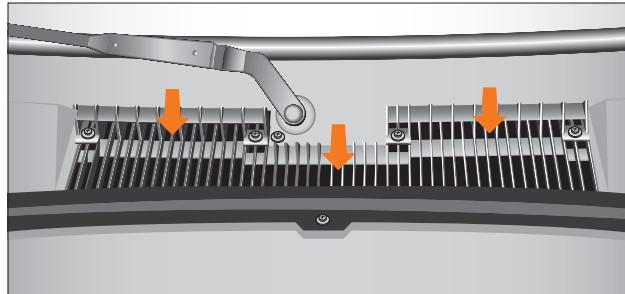

Рис. 54. Воздухозаборник
**Воздухозаборник отопителя** (рис. 54). Воздухозаборные отверстия должны быть свободны для поступления воздуха, при необходимости удалить листву, грязь или снег.